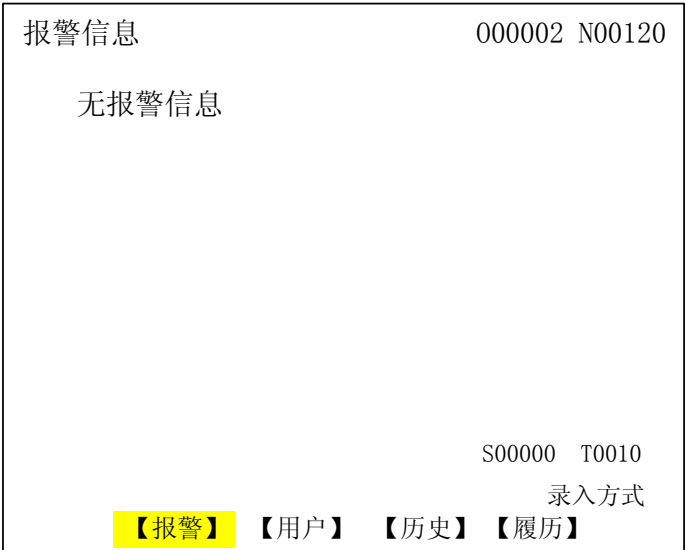
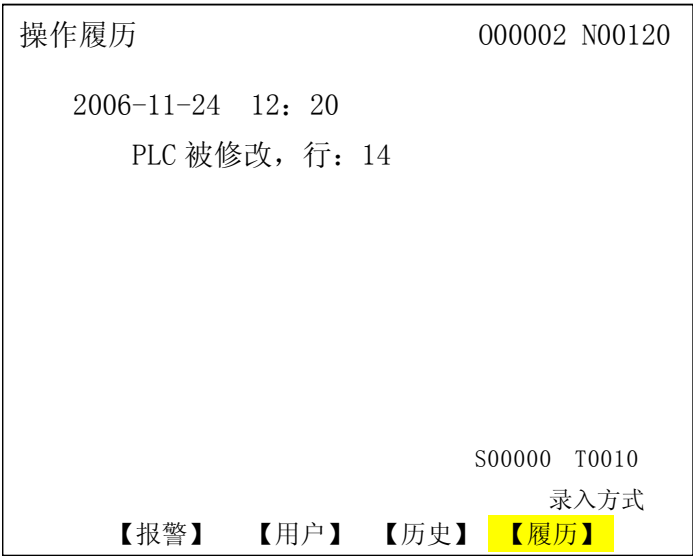

图 3-8-1
图 3-8-4
系统出错报警时，在 LCD 的最下面一行闪烁显示“报警”信息。此时按下  键，显示报警页面，在此页面中有**【报警】**、**【用户】**、**【历史】**、**【履历】**四种显示界面，通过相应软键进行切换查看（见图 3-8-1～图 3-8-4）。也可通过位参数 **N0：24#6** 发生报警时是否切换到报警界面。
1、报警界面 在<报警>界面中按**【报警】**软键进入报警界面，如图 3-8-1 所示：
- 4、履历界面 在<报警>界面中按【履历】软键进入履历界面。如图 3-8-4 所示：